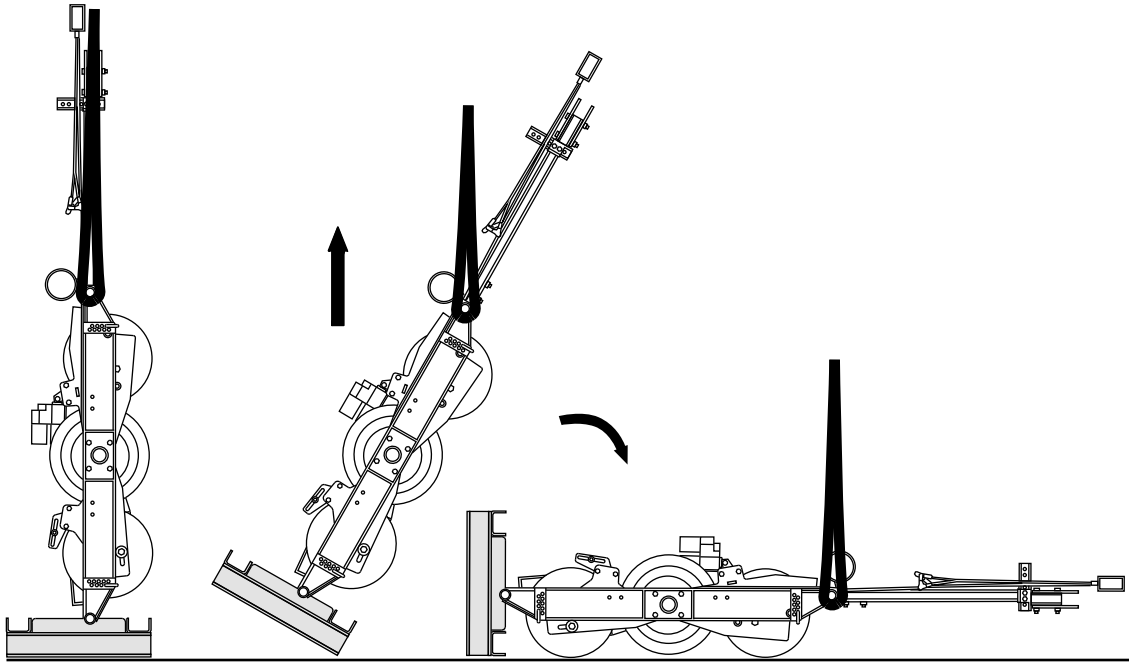

Figura 3
4. Baje el apero suavemente de manera controlada hasta que esté en el suelo, como se muestra en la Figura 3.